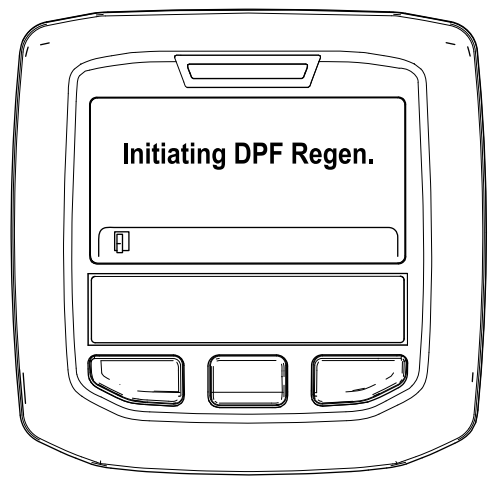

Figura 42
- A. "Initiating DPF Regen." (A iniciar Regen. DPF) é apresentada (**Figura 42**).